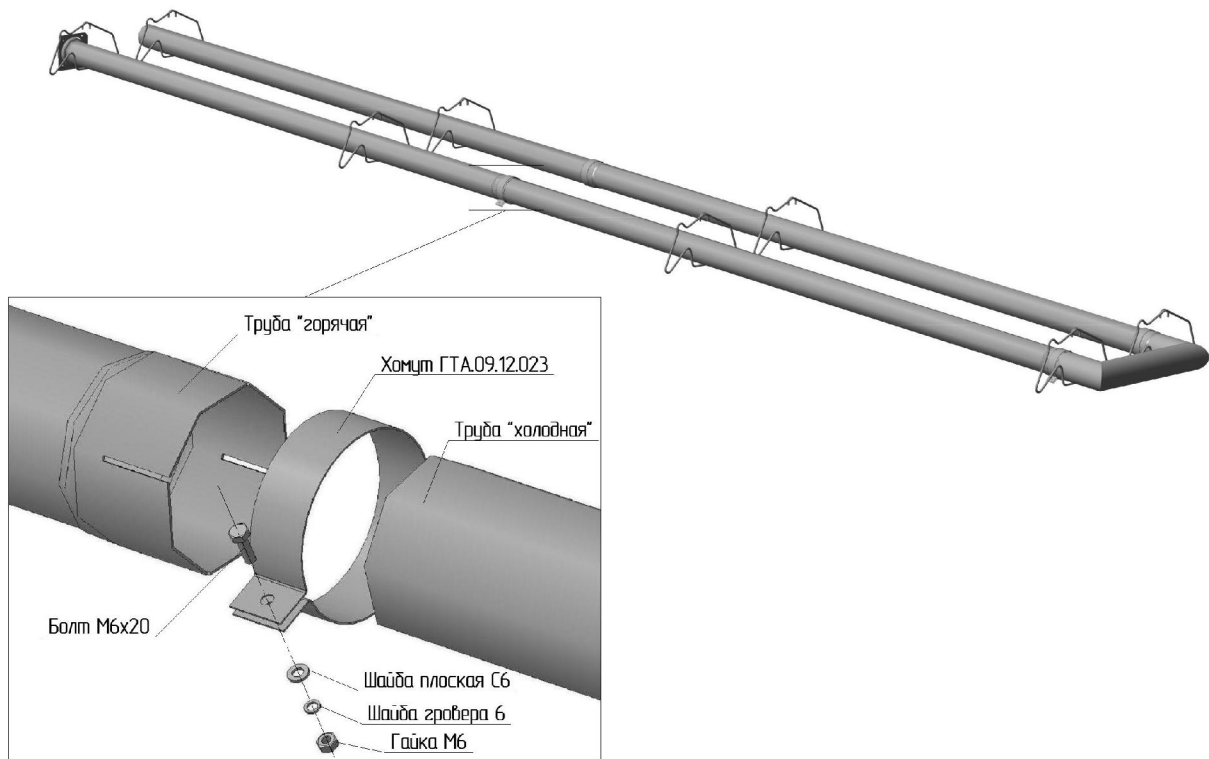

Рисунок 7 Сборка трубопровода.
- Установить на кронштейнах трубопровод излучателя (см. рисунок 7). На входящие в муфту концы труб и патрубка колена нанести термостойкий герметик (не менее 600 °С, например печной герметик «Олимп»). Трубы в соединениях вставлять до конца, соединения фиксировать хомутами.